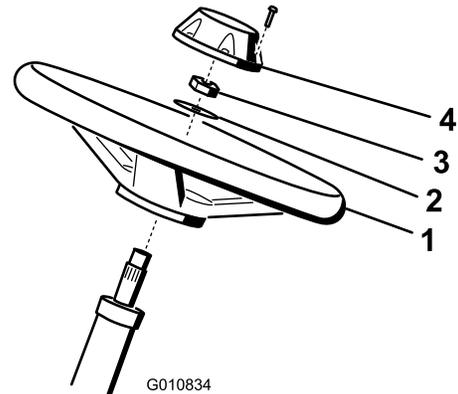

Рисунок 5
1. Наденьте рулевое колесо на рулевой вал (Рисунок 5).
2. Наденьте шайбу на рулевой вал (Рисунок 5).
3. Закрепите рулевое колесо на валу контргайкой и затяните ее с моментом 27–35 Н·м (Рисунок 5).
4. Установите крышку на рулевом колесе и закрепите ее 6 болтами (Рисунок 5).